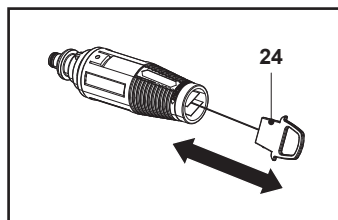

Fig. 14
2. Îndepărtează toate depunerile de murdărie din orificiul duzei folosind un ac (24) (Fig. 14).